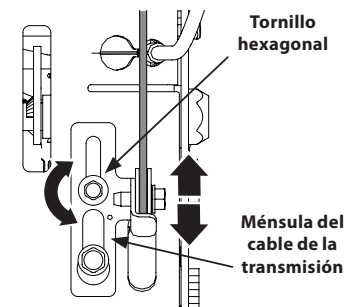

Figura 2-62
2. Afloje el tornillo hexagonal superior del soporte del cable de la transmisión. Consulte la Figura 2-62.